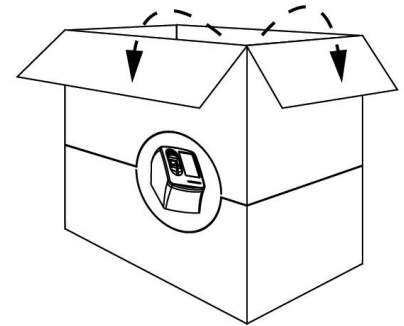

Figure 1
1. Placer la boîte en position verticale et ouvrir les rabats supérieurs (figure 1).